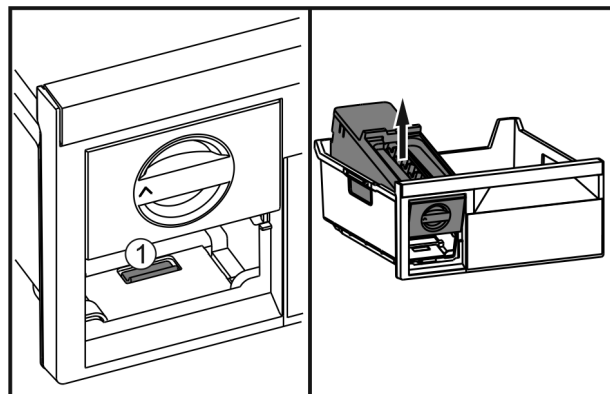

Fig. 40
- Vajutage aasa Fig. 40 (1), tõstke EasyTwist-Ice tagant üles ja võtke külmutussahtlist välja.